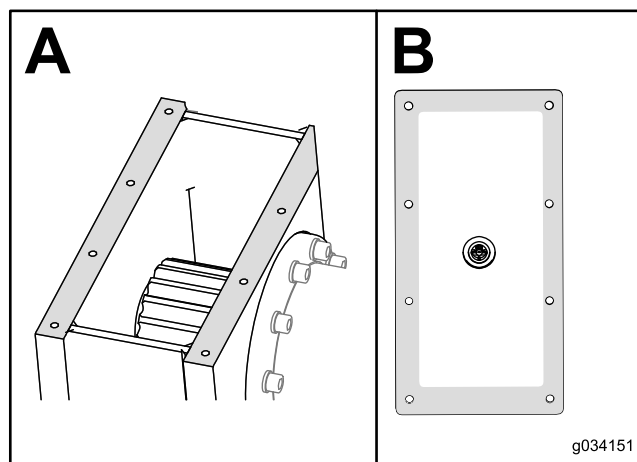

Figura 98
7. Remova o vedante da caixa de transmissão e da tampa (Figura 98).
8. Aplique uma nova camada de vedante automotivo RTV na borda da tampa (Caixa B de Figura 98).